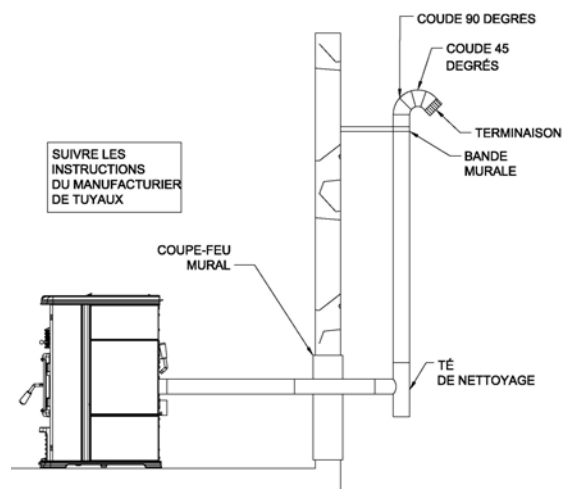

Figure 14
A. INSTALLATION HORIZONTALE À TRAVERS UN MUR (VOIR FIGURES 14, 15 OU 17)